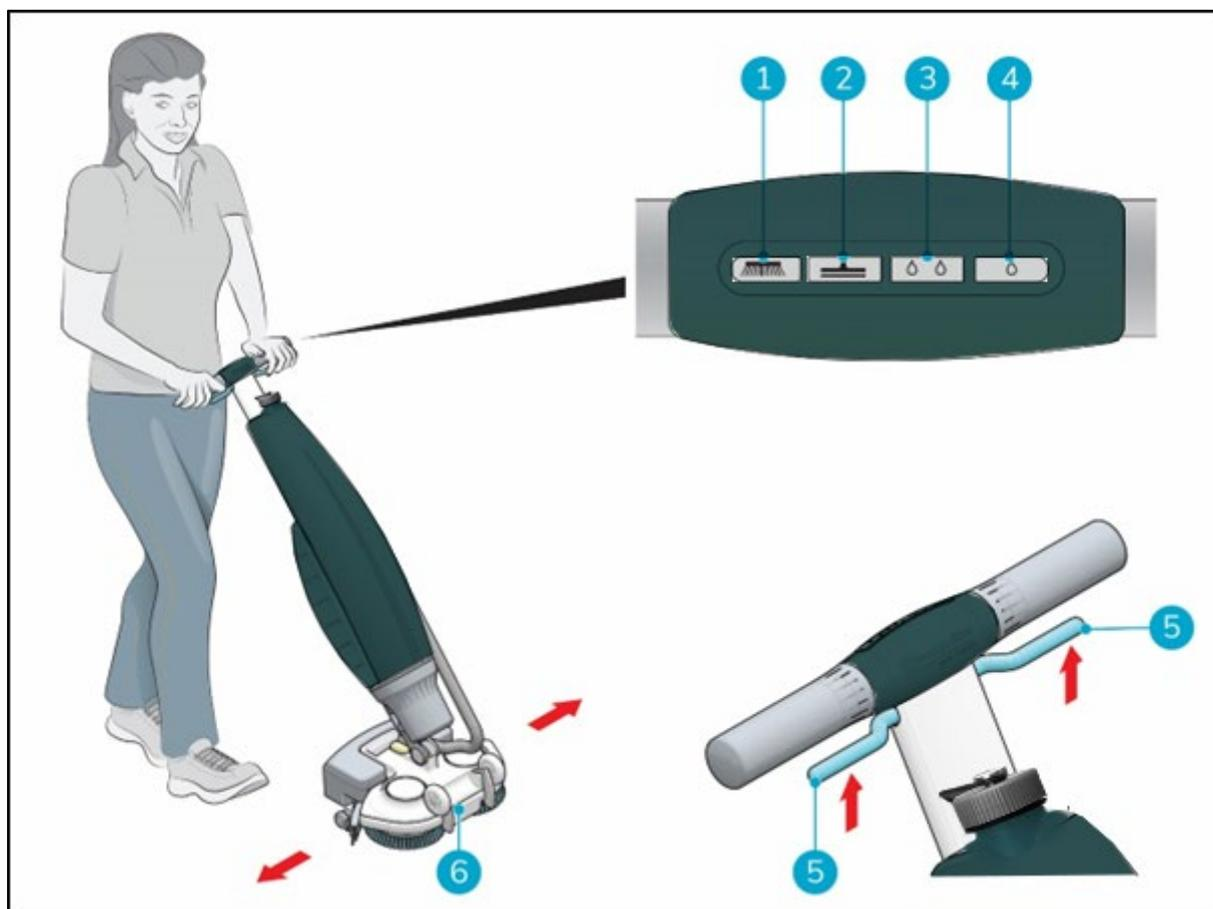

Figura 17
5. Coloque-se atrás da i-mop® Lite. Escolha o seu modo de limpeza através dos botões no painel de controlo (Figura 17, pos 1 a 4). Pode seleccionar as opções de forma independente ou combinada.
7. Apertar o gatilho no punho (Figura 17, pos 5). Isto também fará com que a i-mop® Lite comece a funcionar.
10. Dirija rodando suavemente o punho para a esquerda ou para a direita para deslocar a plataforma de lavagem (Figura 17, pos 6).
11. Libertar o gatilho (Figura 17, pos. 5) irá parar imediatamente a i-mop® Lite. O motor de aspiração pára após 3 segundos.